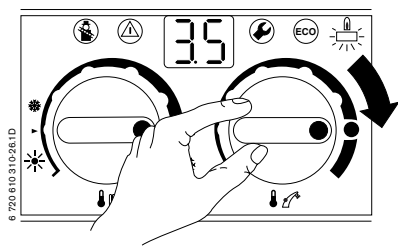

Fig. 36
- ▶ Régler la température d'eau chaude (voir Fig. 36) grâce au sélecteur de la chaudière (voir le tableau ci-dessous).